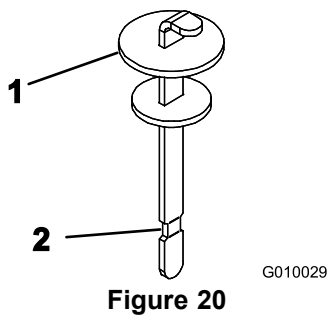

Figure 20
4. Dévissez la jauge du goulot de remplissage et essuyez-la sur un chiffon propre. Remettez la jauge dans le goulot de remplissage, ressortez-la et contrôlez le niveau de liquide. Le liquide doit atteindre le repère sur la jauge (Figure 20).